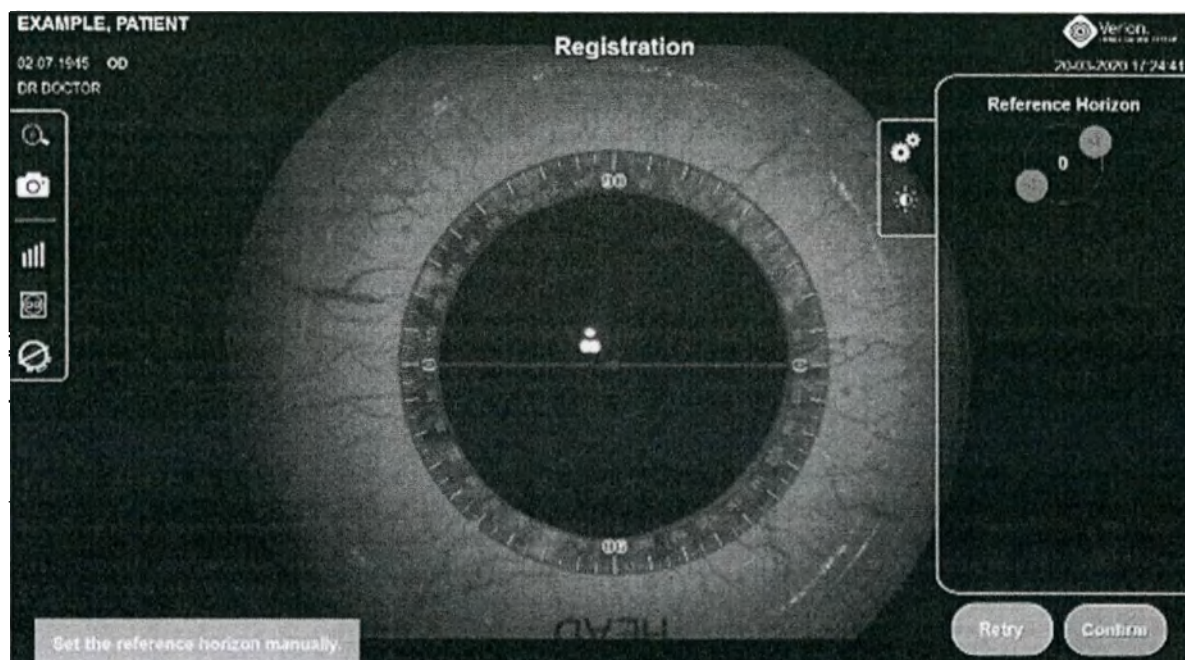

Рисунок 158. Регистрация без референтного изображения
- Произойдет захват изображения с микроскопа в реальном времени. Вокруг обнаруженного лимба будет отображаться 360-градусная круговая шкала (Рисунок 158).